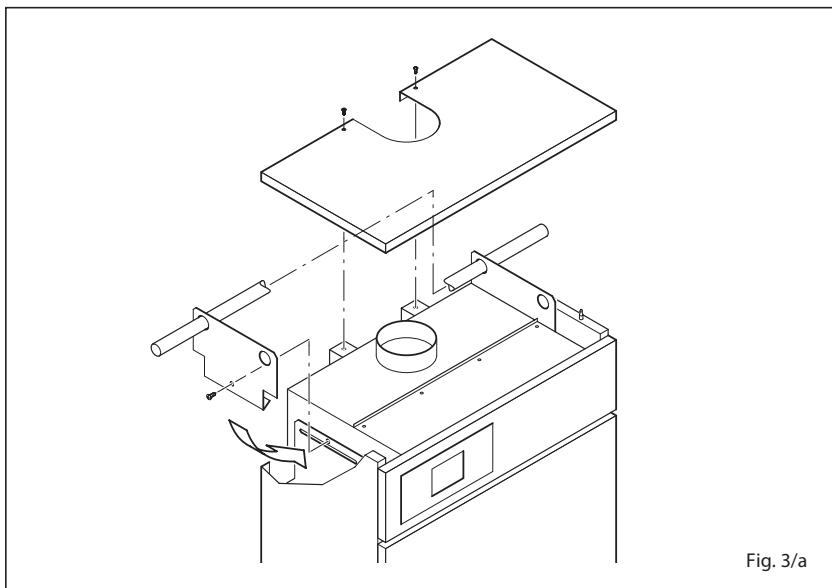

Fig. 3/a
2.1 LOCUL DE INSTALARE A CENTRALEI (fig. 3)
Centralele "RMG Mk.II", dat fiind faptul că au o putere mai mare de 35 kW, trebuie instalate în încăperi tehnice cu caracteristici dimensionale și condiții conforme cu DM 12/04/96 nr. 74 "Aprobarea regulii tehnice privind prevenirea incendiilor pentru proiectarea, fabricarea și exploatarea instalațiilor termice alimentate de combustibili gazoși". Înălțimea minimă a încăperii de instalare a centralei trebuie să corespundă cu cea indicată în fig. 3, în funcție de capacitatea termică totală. Distanța minimă între peretei încăperii de instalare și punctele externe ale centralei (partea dreaptă, stângă, posterioară) nu trebuie să fie mai mică de 0,60 m. ESTE permisă amplasarea mai multor aparate adiacente, cu condiția ca toate dispozitivele de siguranță și control să poată fi ușor
2.1.1 Manipulare (fig. 3/a)
manipularea se efectuează procedând după cum urmează (fig. 3/a):